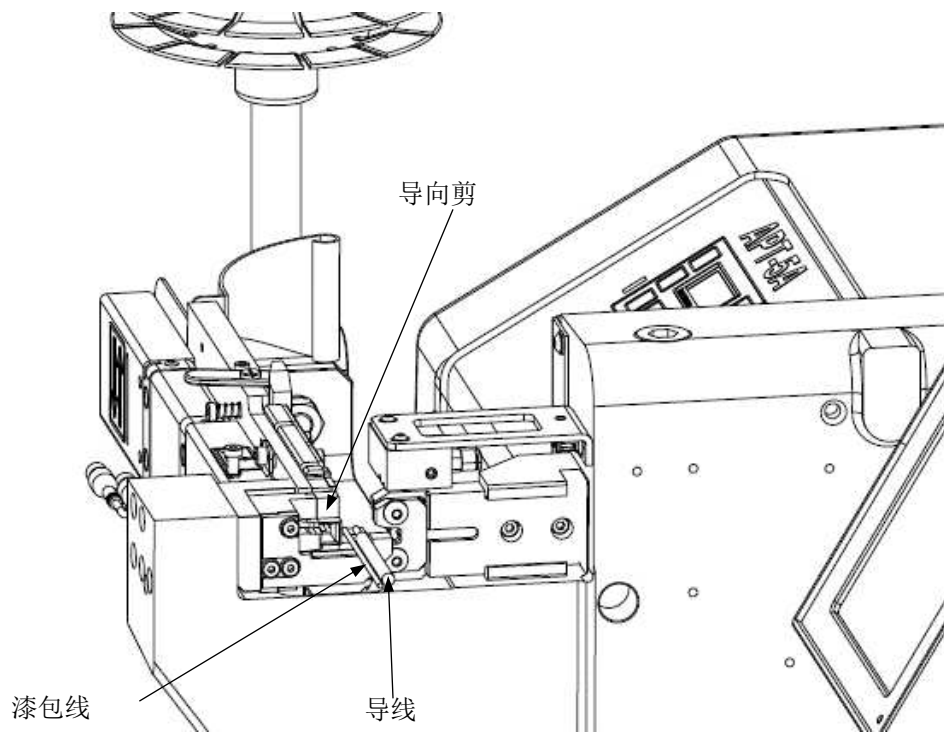
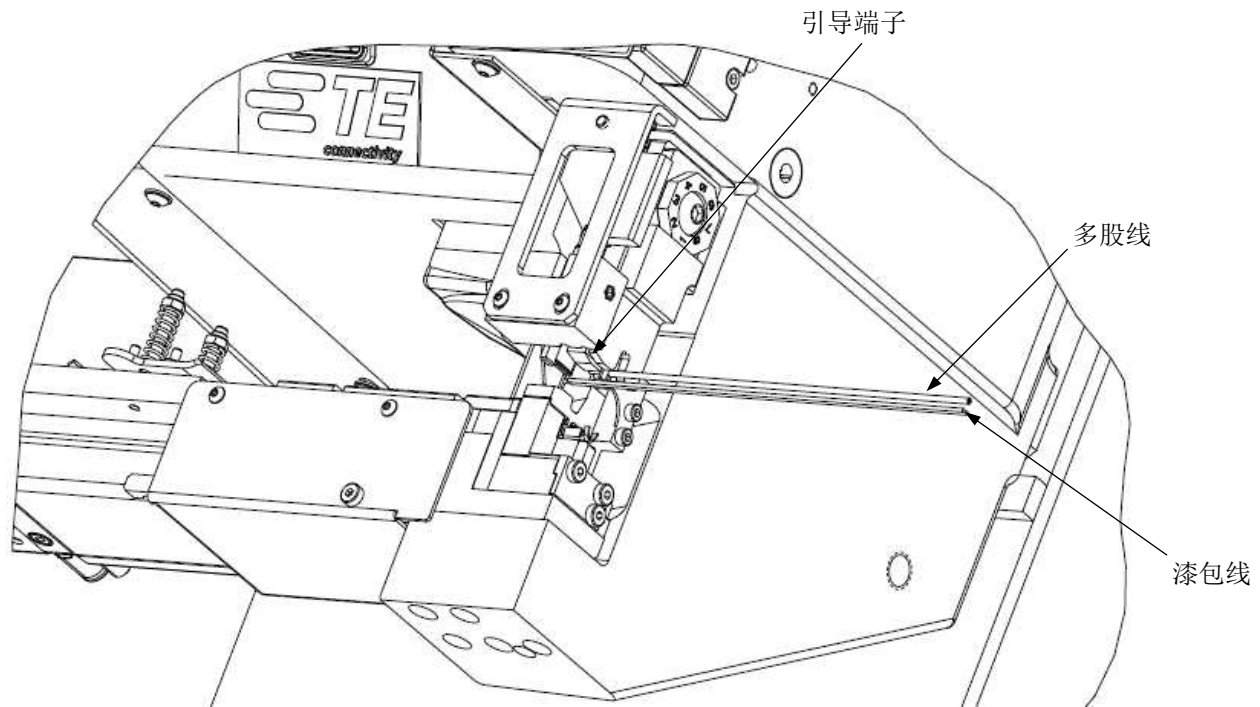

图 14
图 15
3. 在送往端子料带时按住进料板前侧的进料手指释放按钮，直到第一个端子通过进料手指顶端。然后松开按钮，咬合进料手指。轻轻向后拉动料带，确认进料手指在第一个端子上（参见图 14）。
3. 送入端子料带，直到第一个端子通过进料手指顶端、到达下方工具（砧台）上方。然后轻轻向后拉动物料带，确认进料手指在第一个端子上。参见图 15。
4. 将线放入“目标区域”，与端子对齐。使用多股线和漆包线时，应放置在如图 14（拼接端子机）或图 15（直线连接端子机）所示的位置。对两条或三条漆包线作拼接时，各条线可能处于任何相对位置。压接工具在压接时会自动将各条线在端子底部并排排列。